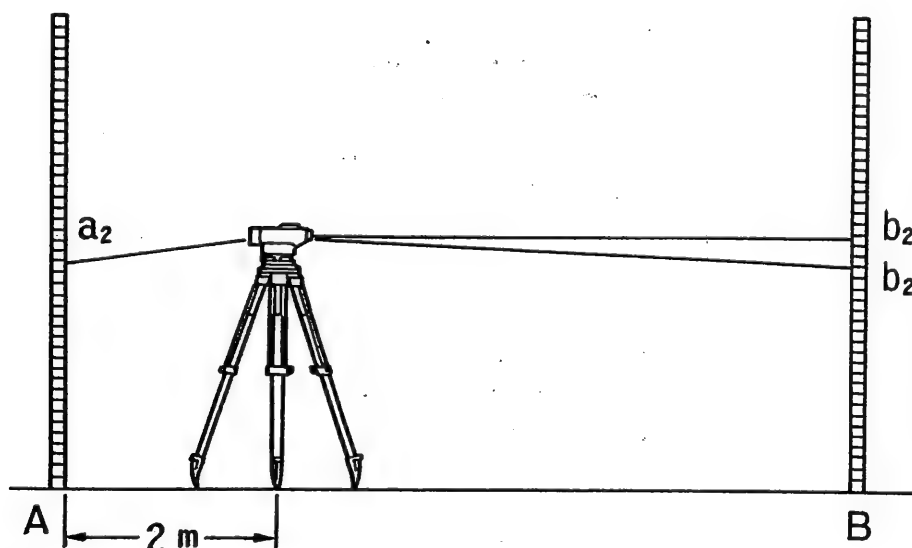
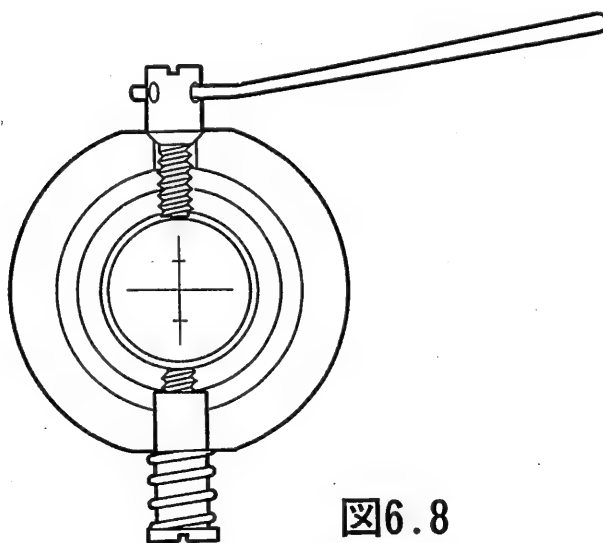

図6.6
図6.8
- 2) 点 A から 2m の地点に機械を設置し、再び $a_2 \cdot b_2$ を読みとります。(図6.6)
- 4) 調整ピン⑬を使って、 $b_2' = b_2$ になるまで調整します。例えば、図6.6の場合、 b_2 の値が大きすぎるので、十字線を下げる必要があります。この場合は調整ねじを少しゆるめて下さい。また、十字線を上げたいときは、調整ねじを締めて下さい。(図6.8)